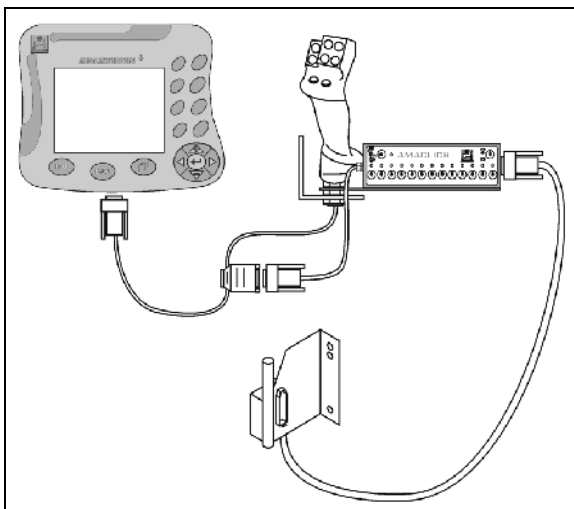

Fig. 133
- corespunzător situației cu manetă multifuncțională Fig. 133.